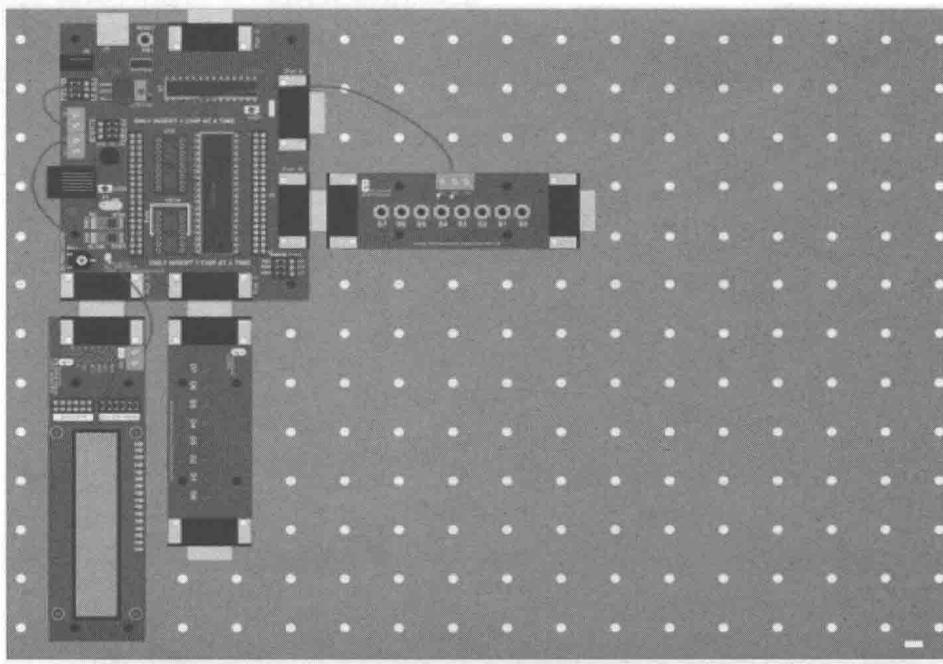

图 1-1-9 组合 5
- ⑤ 适合于LCD显示、外部中断、定时中断等，如图1-1-9所示。